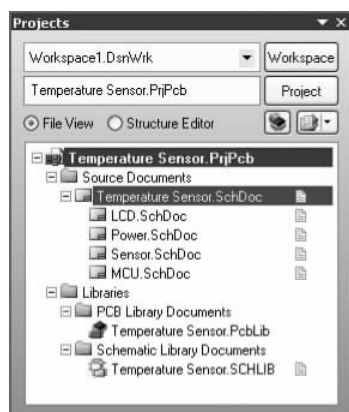

图 3.11 编译完成后界面
(1) 创建顶层图,在温度传感器工程中添加新的原理图文件,设置图纸规格并保存。
(2) 选择 Design→Create Sheet Symbol from Sheet or HDL 命令。
(3) 在 Choose Document to Place 对话框中,选择 Sensor.SchDoc。
(4) 图纸符号将以浮动光标形式出现,在图的合理位置放置图纸符号,两个图纸接入点在方框图左侧,因为是依据 I/O 类型放置的,所以输入及双向点在左边,输出点在右边。拖动左边的两个点到右边。
(5) 重复上述步骤分别为多张图纸创建图纸符号。
(6) 如果器件可以在默认状态下安装的两个集成库中找到会很方便,如果没有则可以添加或自建集成库。保存顶层图,完成设计进程中的捕获阶段。
(7) 为确保这个设计的层次是正确的,先编译一下。选择 Projects→Compile PCB Project→Temperature Sensor.PrjPcb,编译整个工程,并保存。编译完成后,工程的层次表将展现出来,如图 3.11 所示。